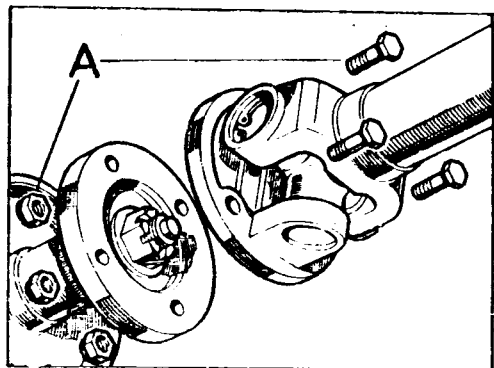

Fig. C1-13 Arbol de transmisión para el eje delantero
- 1.4. Retirar los elementos de fijación, A, (Fig. C1-13) del árbol de transmisión delantero.